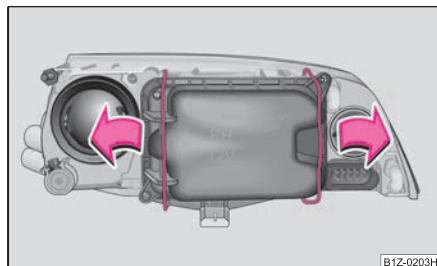

Fig. 228 Desmontaje de la cubierta para la luz de posición y de cruce
- Presione el estribo de alambre a un lado en el sentido de la flecha y desmonte la cubierta ⇒ fig. 228.